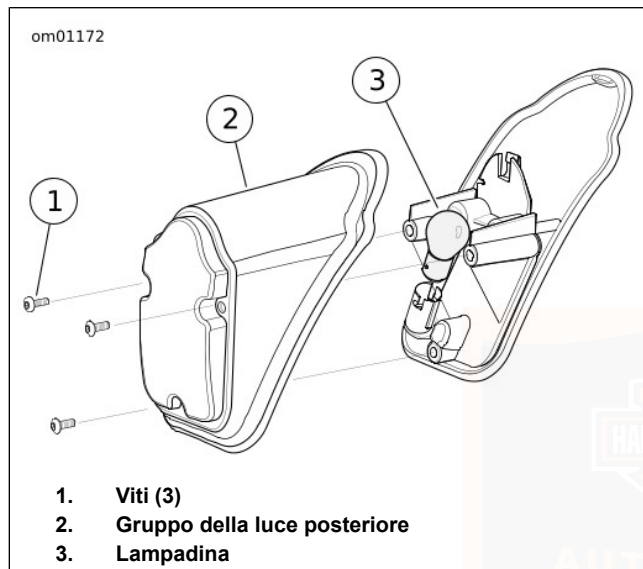

Figura 49. Luce posteriore: A forma semicircolare
1. Vedere Figura 49. Accertarsi che il commutatore di accensione sia portato su OFF (spento).